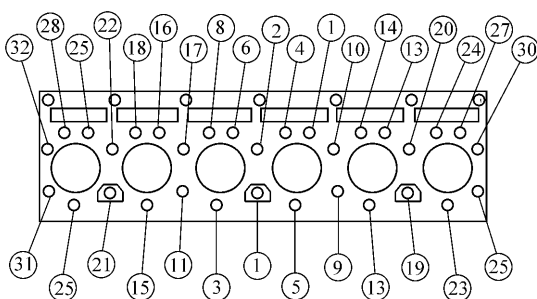

图 5-25 缸盖螺栓拧紧次序
7) 润滑缸盖螺栓螺纹和垫圈下面, 按正确次序、分数次拧紧缸盖螺栓。例如康明斯 ISM 发动机, 按图 5-25 所示顺序将所有螺栓拧紧到规定值。